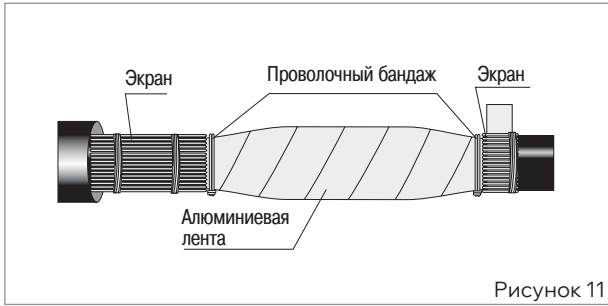

Рисунок 11
■ Поверх усаженной защитной трубки обернуть алюминиевую ленту с 50%-ным перекрытием. Лента должна плотно прилегать к поверхности трубки. По краям алюминиевую ленту закрепить бандажом из 2–3 витков проволоки (рис. 11).